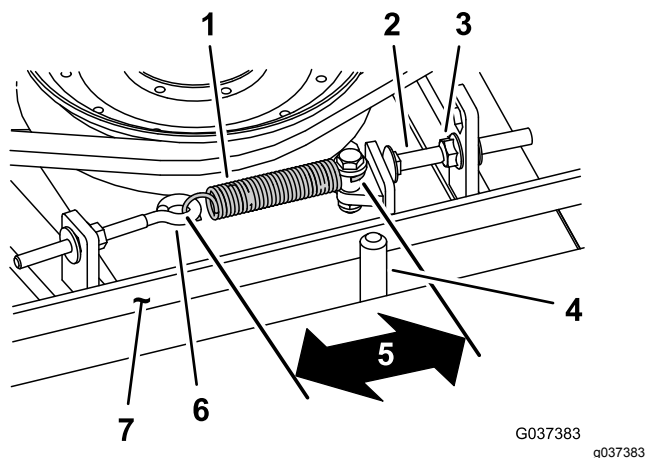

Figura 102
Quando a tensão estiver correta, a medida interior da mola de extensão (gancho a gancho) deverá ser de cerca de 8,3 cm a 9,5 cm. Logo que se obtenha a tensão correta da mola, ajuste o pino de fecho (parafuso da carroçaria) até haver uma folga aproximada de 2 a 5 mm entre a cabeça do parafuso e o braço intermédio (Figura 102).
Nota: Certifique-se de que correia está colocada no lado da mola do guia da correia (Figura 102).
- Desaperte o parafuso com olhal (Figura 102).
- Desaperte a porca flangeada que prende o pino de fecho à patilha de montagem e afaste a polia intermédia da correia (Figura 102).
9. Ligue a mola de extensão (Figura 102) ao parafuso de olhal e aplique a tensão na correia como se segue: